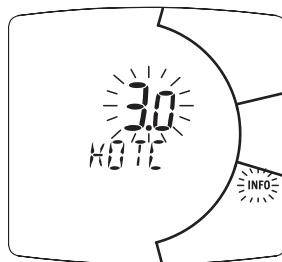

Figura 5.56
- Premere per più di 10 secondi il pulsante per entrare in modalità " Parametri Impianto" (Figura 5.56).
L'andamento della temperatura al variare dell'impostazione fatta con i tasti 16 e 17 per un  $K = 1,5$  è illustrato nella Figura 5.56.